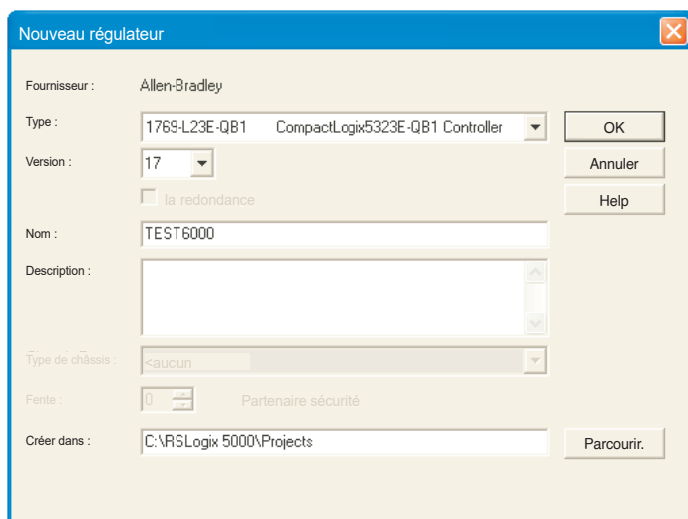

Figure 4.3.21g Fenêtre New Controller (Nouveau contrôleur)
1. Dans le menu « Fichier », sélectionnez « Nouveau » ou cliquez sur l'icône « Nouvel outil » . La fenêtre « Nouvel API » s'ouvre (figure 4.3.21g).